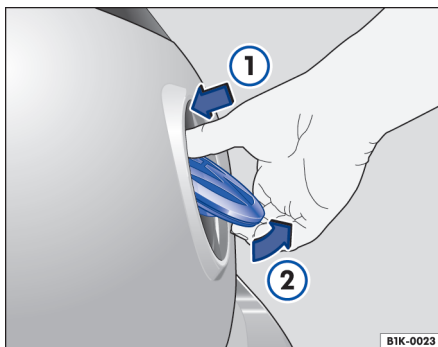

图 53 从车外打开行李厢盖。
- 用大拇指按压 VW 标记的上部→图 53（箭头①），使标记的下端弹出。
- 抓紧标记下端，打开行李厢盖→图 53（箭头②）。